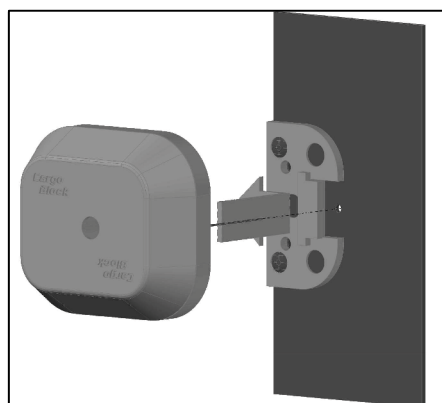

Fig E 2.1
**E.3\_** Procedere all'installazione del carter esterno, inserendo preliminarmente il cavo per l'apertura di sicurezza dall'interno nell'apposito foro (Fig. E 2.1), ed inserendo il "ponte" presente sulla piastra di fissaggio "Anta Mobile" nell'apertura corrispondente presente nella parte interna del carter esterno. Successivamente far scorrere il carter esterno in modo da bloccarlo, può essere necessario aiutarsi con un martello gommato (Fig. E 2.1 e E 2.2).